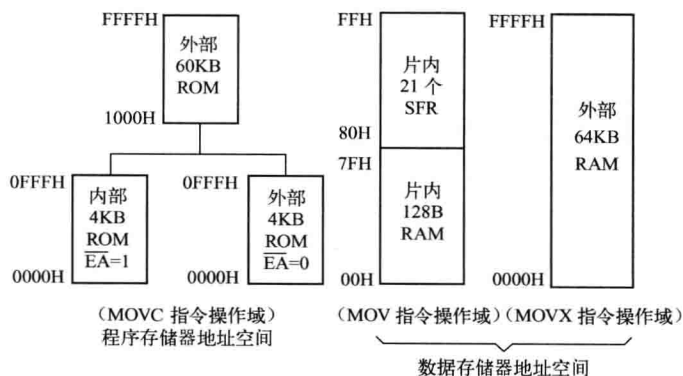

图 1-3 51 单片机存储区结构
1) 51 单片机存储器的编址方法 在物理结构上, 51 单片机有 4 个独立的存储空间, 它们分别是片内程序存储器、片外程序存储器、片内数据存储器、片外数据存储器, 并且地址空间有部分重叠, 如图 1-3 所示。